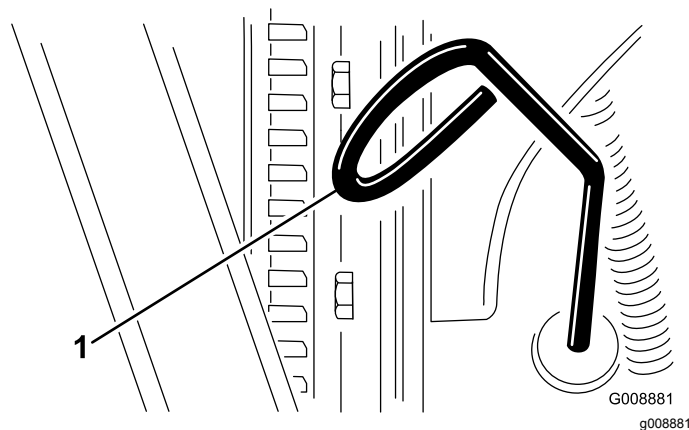

Figura 47
3. Togliete l'asta di livello, asciugatela e reinsertetela (Figura 47).